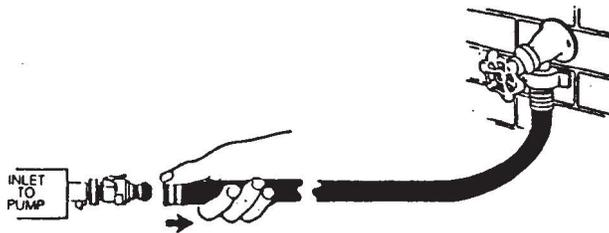

FIG. 3
4. Conecte un extremo de la manguera de suministro a la fuente de agua limpia y el otro extremo de la manguera a la conexión de entrada de agua (ver Fig. 3).